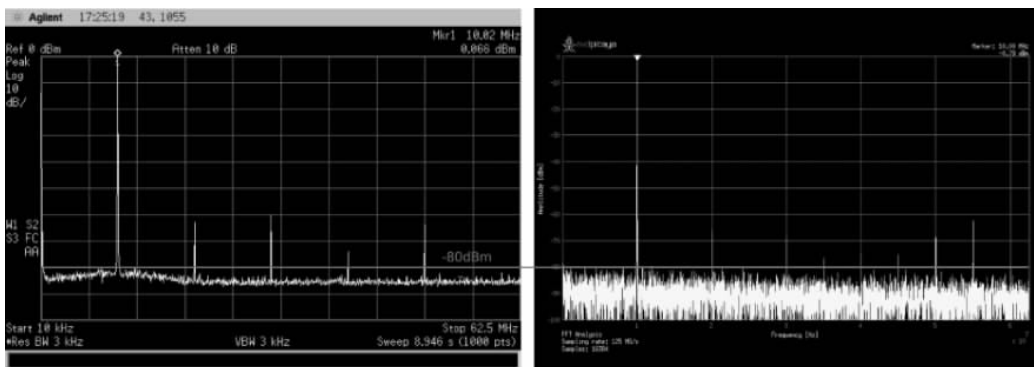

图 3-15 参考信号(0dBm,10MHz)
(21) 参考信号：0dBm,10MHz,如图 3-15 所示。